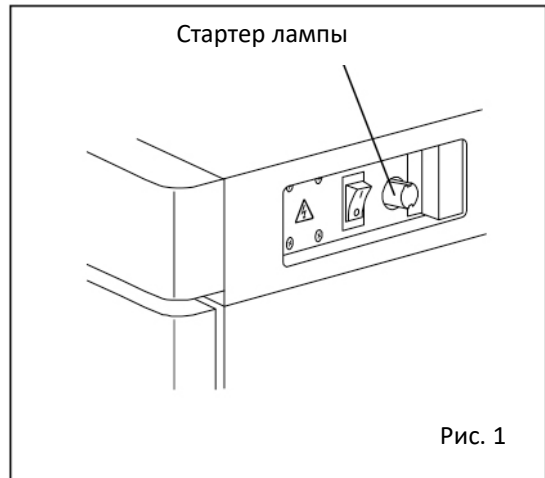

Рис. 2
4. После удаления водонепроницаемой крышки снимите разъемы с обеих сторон лампы вместе с проводами (Рис. 2).